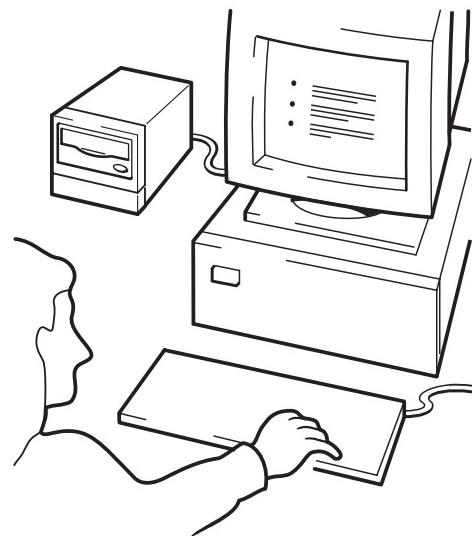

図 10d: HP OBDR の使用方法 :
- 4 画面の指示に従ってオペレーティング・システムのセットアップを行います（図 10d を参照）。通常は、すべてのメッセージに対し、[Enter] を押してデフォルトの応答を受け入れることができます。